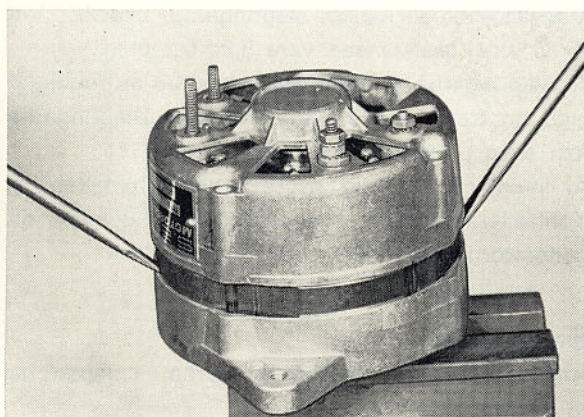

Bild 27. Isärtagning av generator
6. Demontera rotern och främre lagerskölden med hjälp av två skruvmejslar, som sticks in i två uttag mellan statorn och främre lagerskölden, bild 27.